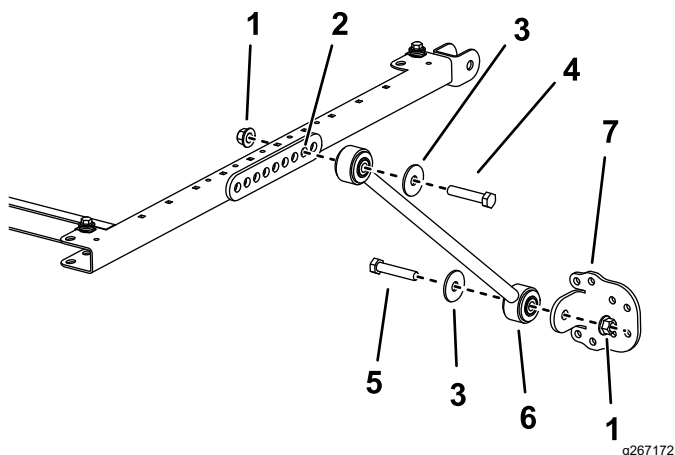

Figura 5
5. Su ciascun lato del telaio del parasole montate, senza serrarlo, un supporto di ancoraggio sul secondo foro del suo supporto di montaggio con un bullone ($\frac{1}{2}$ " x $2\frac{3}{4}$ "), una rondella ($\frac{1}{2}$ ") e un dado flangiato ($\frac{1}{2}$ "), come illustrato nella Figura 5.
6. Montate, senza serrarla, una staffa di ancoraggio su ciascun supporto di ancoraggio con un bullone (1/2" x 2 1/2"), una rondella (1/2") e un dado flangiato (1/2"), come illustrato nella Figura 5.